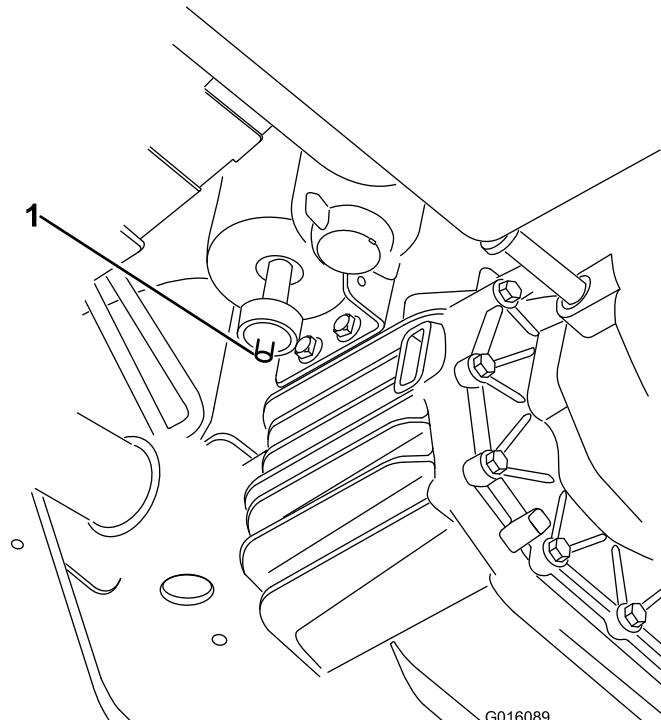

Figure 43
1. Localisez le filtre à air au bas de la cartouche à charbon actif (Figure 43).